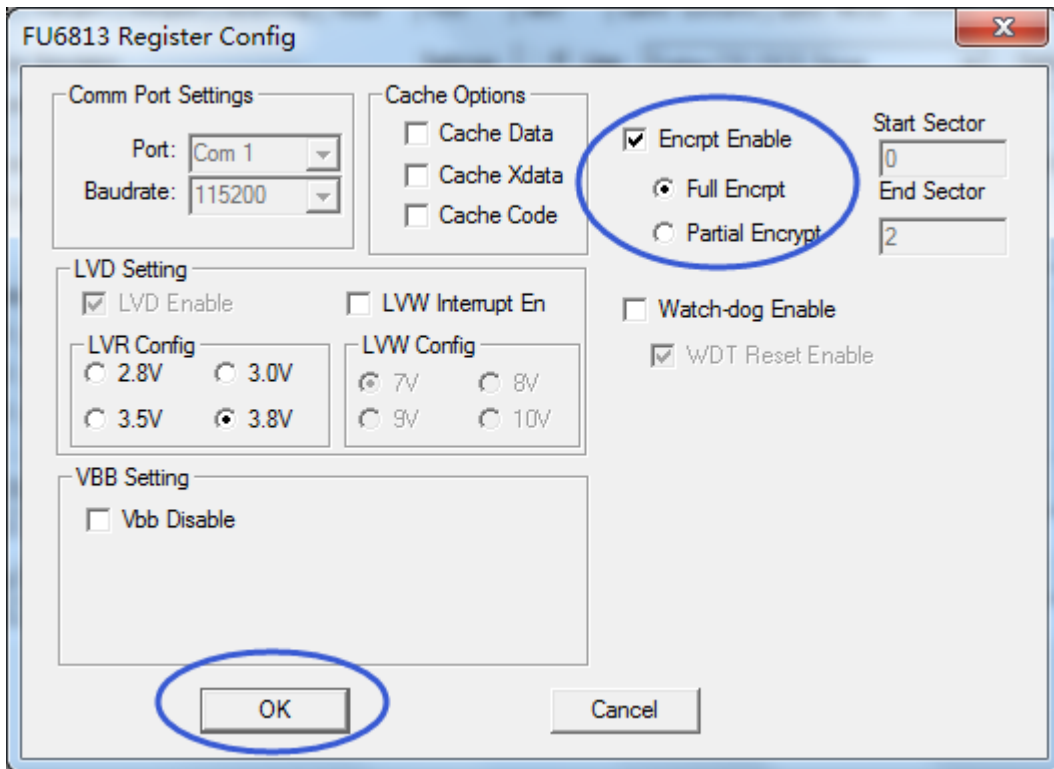
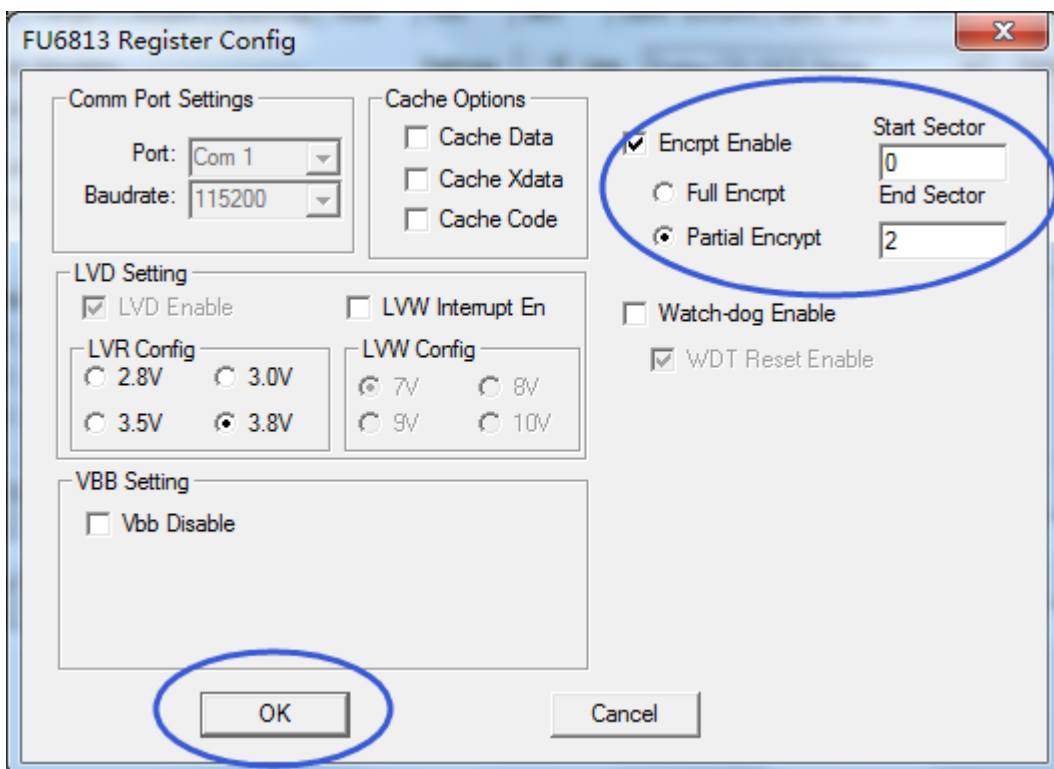

图 35-2 代码保护 全保护模式
图 35-3 代码保护 局部保护模式
2. 按照图 35-2 所示进行选择并设置，点击 OK。然后编译工程并下载，得到的 BIN 文件并烧录到 Flash 后即可达到代码保护的效果。
需要说明的是，芯片具有全代码保护模式和局部代码保护模式，图 35-2 所示设置为全代码保护模式，设置之后 FLASH 中的所有代码都会被保护。图 35-3 所示设置为局部代码保护模式，设置后仅保护从扇区 0 到 END SECTOR 所指扇区的区域，任何扇区的保护设置都会使最后一扇区被保护。